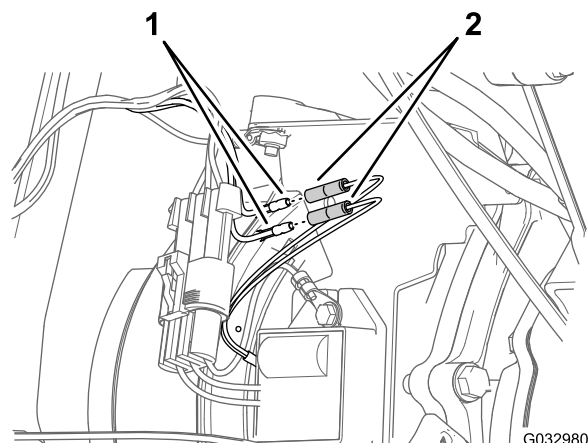

图12
1. 找到发动机箱后侧的发动机交流发电机线束（图12）。
2. 将线束的 2 插塞接头与发动机交流发电机线束的 2 插槽接头连接（图12）。